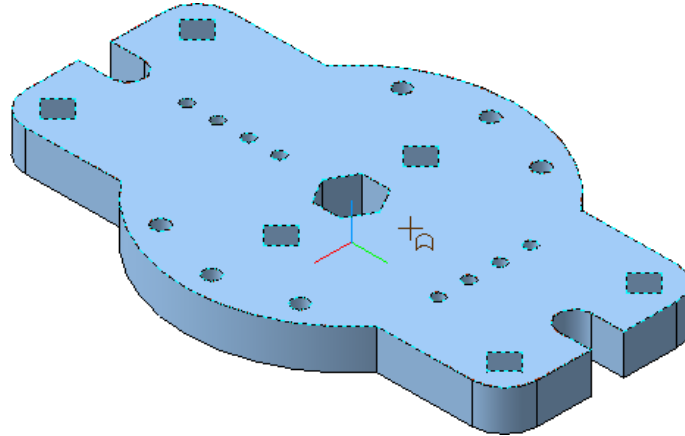

Рис. 22
- Выполните в пластине дополнительное отверстие диаметром 20 мм с центром, имеющим координаты $X=30$ мм, $Y=0$. Для этого вернитесь в чертеж пространственной модели «Пластина», выберите ориентацию YZX , подведите курсор к верхней плоскости пластины. Курсор примет вид , рис. 22. Это грань детали (плоскость, поверхность). Щелкните левой кнопкой мыши. Новый эскиз будет располагаться на выбранной плоскости.